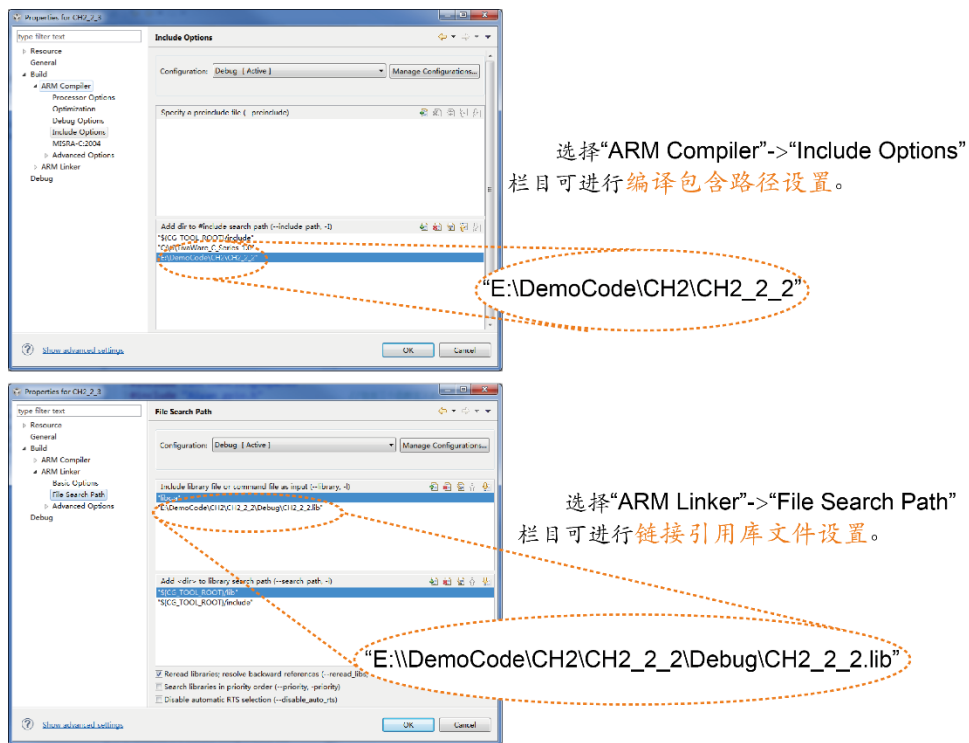

图 2-18 编译链接属性设置
- (5) 到上一步结束，我们已经生成了一个新的库文件。为了确认库文件是否可用以及了解如何使用库，需要建一个新的工程来验证。在 CCS 中新建一个工程，工程的输出类型（Output type）为 Executable，工程名为“CH2\_2\_3”，工程放倒新建文件夹“CH2\_2\_3”中。
- (6) 在新建的工程中加入名为“main.c”的源文件，将本实验第一部分中工程 CH2\_2\_1 中的 main.c 的代码都拷贝到这个工程 CH2\_2\_3 中的 main.c 文件里。
- (7) 在 Project Explorer 中右击工程名 CH2\_2\_3，弹出快捷菜单，点击菜单中的最后一项“Properties”，弹出属性窗口。按如图 2-18 所示的方式进行编译属性和链接属性的设置。图中上半部分表示编译置性设置，因为在程序中引用了前一个工程的头文件 Aiyan\_gpio.h，需要告诉编译器这个头文件的位置。下半部分表示链接置性设置，它指明了链接过程中要加入的库文件，就是我们前一个工程生成的库文件。
- (8) 设置完后，点击绿虫子来看新的程序在 TIVA 上的运行效果。请仔细比对 CH2\_2\_1 比对 CH2\_2\_3 两个工程的不同。